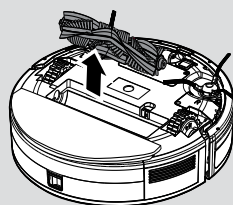

Fig. 18
3. Soulevez l'agitateur en saisissant une de ses extrémités. **[Fig. 18]**